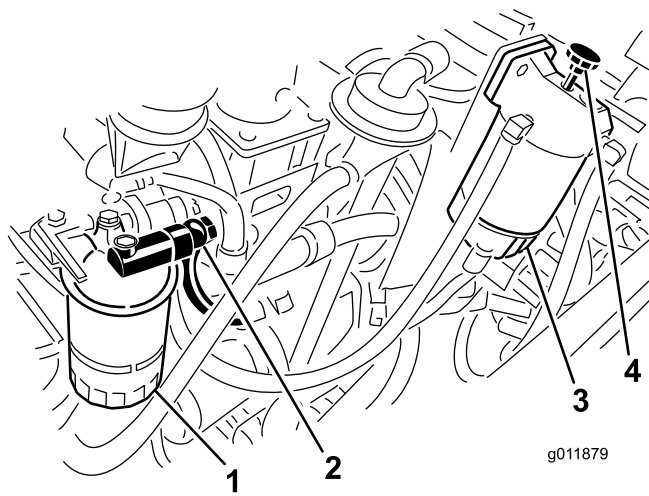

Figure 64
- Desserrez le raccord banjo sur le boîtier du filtre à carburant (Figure 64).
6. Actionnez la pompe d'amorçage du séparateur d'eau jusqu'à ce que le carburant s'écoule régulièrement par le raccord banjo (Figure 64).